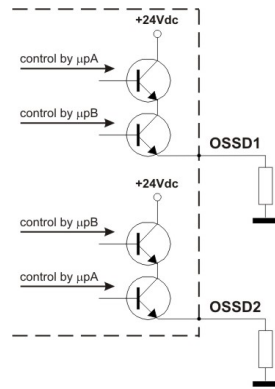
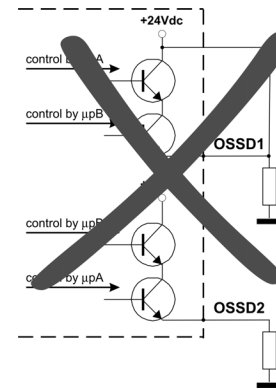

Fig. 15
Fig. 16
- Los contactos de seguridad OSSD1 y OSSD2 no pueden conectarse en serie o en paralelo; sino por separado (Fig.15). Si una de estas configuraciones se realiza erróneamente (Fig.16, 17 y 18), la salida de fallo se activa (véase sección 7 “Funciones de diagnóstico”).